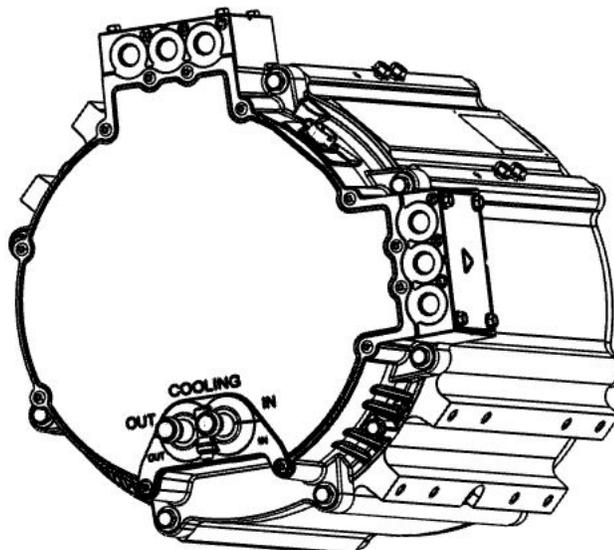

Figure 3 - Entrée/sortie du liquide de refroidissement du moteur
7. Localisez les entrées/sorties (« IN/OUT ») de liquide de refroidissement, et assurez-vous qu'aucun signe de fuite de liquide de refroidissement n'est apparent (Figure 3).